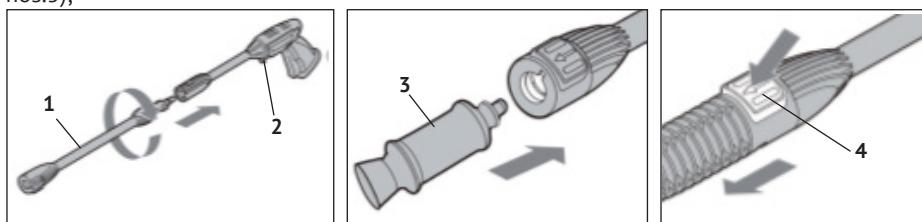
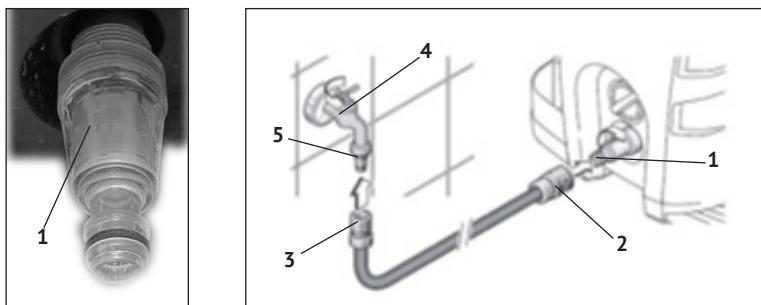

рис. 4
рис. 5
7.1.3 Установка/снятие на пистолет насадки-удлинителя и насадки распылительной (см рис.4).
- вставить насадку-удлинитель (рис.4 поз.1) в пистолет (рис.4 поз.2) и зафиксировать её поворотом вокруг своей оси;
- совместив выступ на насадке распылительной (рис.4 поз.3) с пазом в торце насадки удлинителя, вставить хвостовик насадки в головку насадки-удлинителя;
- установить хвостовик насадки (рис.4 поз.3) в насадку-удлинитель до фиксации (со щелчком);
Для снятия насадки: нажать кнопку фиксации (рис.4 поз.4) и извлечь насадку.
7.1.4 Подключение шланга подачи воды к входному штуцеру мойки (см. рис.5):
- сняв пластиковую заглушку, прикрутить к входному штуцеру коннектор с фильтром (рис.5 поз.1);
- установить переходник шланга (рис.4 поз.3) на переходник (рис.4 поз.5) водопроводного крана (рис.5 поз.4) – шланг и переходники в комплект поставки не входят;
- отключив подачу воды, соединить быстrozажимной переходник (рис.5 поз.2) шланга подачи воды с коннектором.